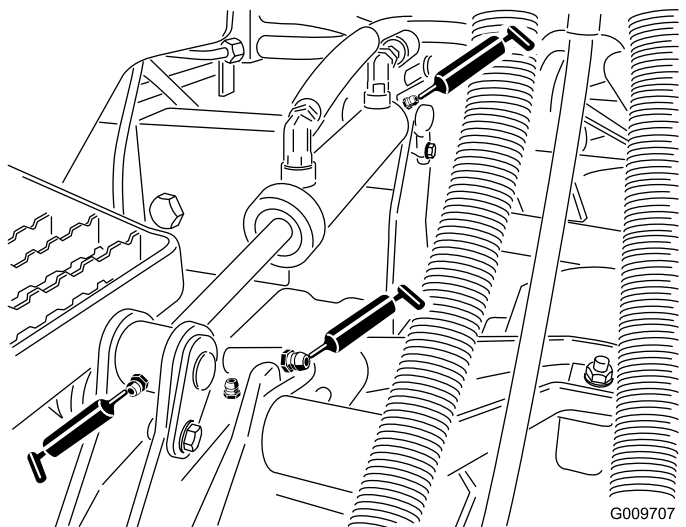

图 36
- 提升臂轴套每个刀盘1个如图36所示
- 提升油缸轴套每个刀盘2个如图36所示